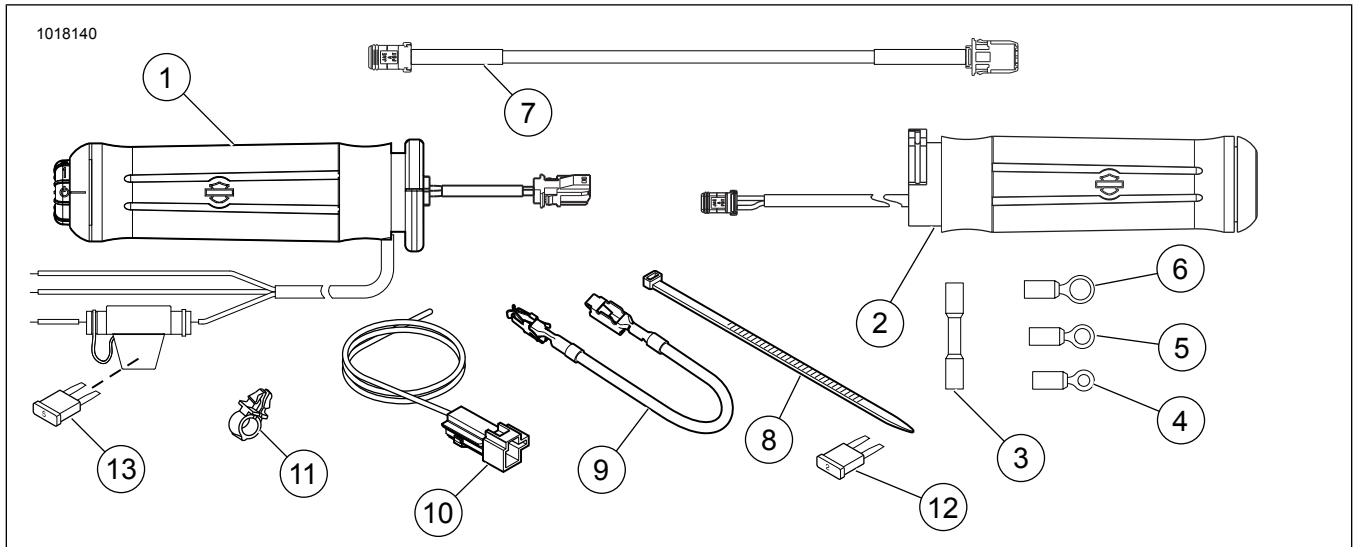

Figure 22. Mga Pamalit na Piyesa, Mga Kit ng Napapainit na Hand Grip
3. Tingnan ang Figure 22 . Piliin ang tamang ring terminal (4, 5 o 6) mula sa kit upang tumugma ang silver terminal stud (na may pulang kawad) sa circuit breaker.
1. Tingnan ang Figure 22 . Piliin ang tamang ring terminal (4, 5 o 6) mula sa kit upang tumugma ang silver terminal stud (na may pulang kawad) sa circuit breaker.
2. Tingnan ang Figure 22 . Piliin ang tamang ring terminal (4, 5 o 6) mula sa kit upang tumugma ang silver terminal stud (na may pulang kawad) sa circuit breaker.
2. Tingnan ang Figure 22 . Isaksak ang harness ng adapter (10) na galing sa kit sa B+ na pangkonekta.
Tingnan ang Figure 22 at Talahanayan 1 .